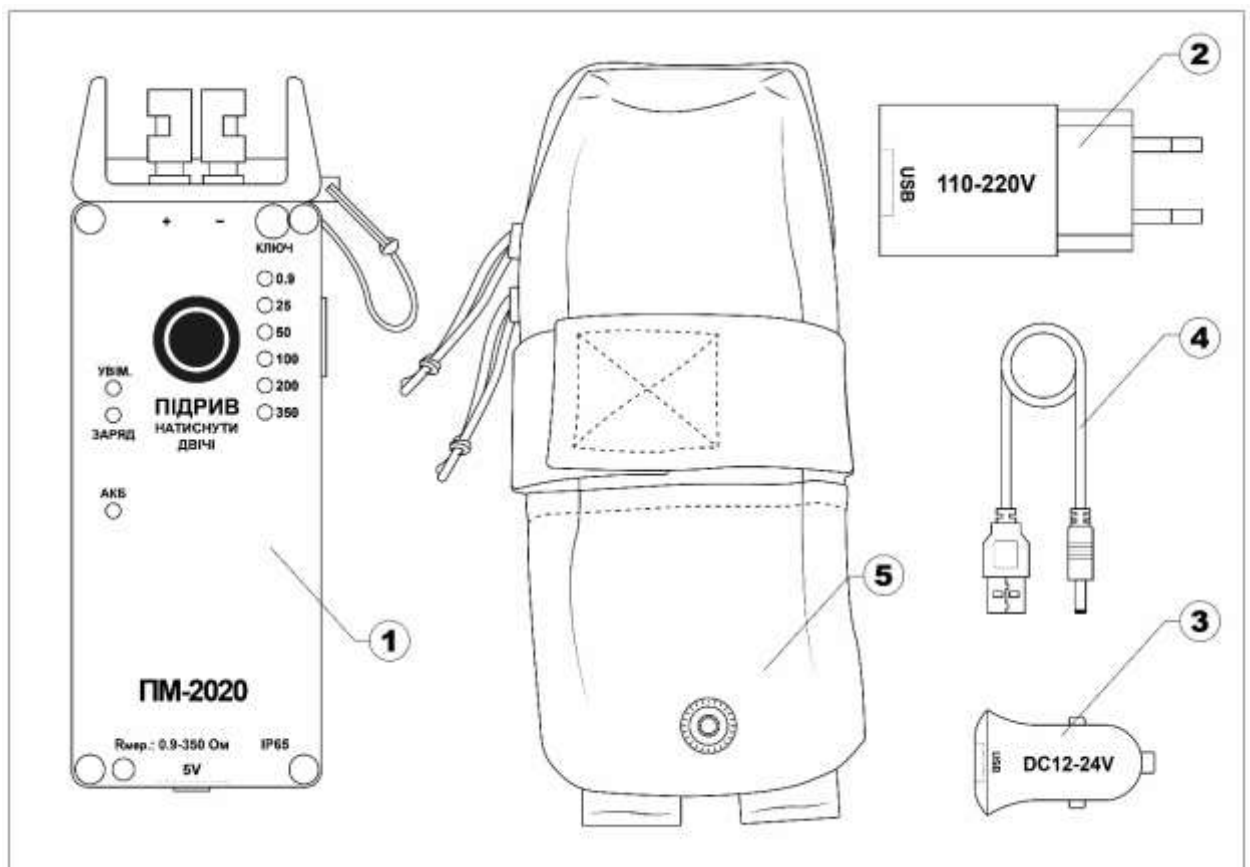

Рисунок. 1: Загальний вигляд комплекту постачання приладу (без експлуатаційної документації)
- 1.4. Загальний вигляд комплекту постачання приладу (без експлуатаційної документації) відображений на Рис. 1